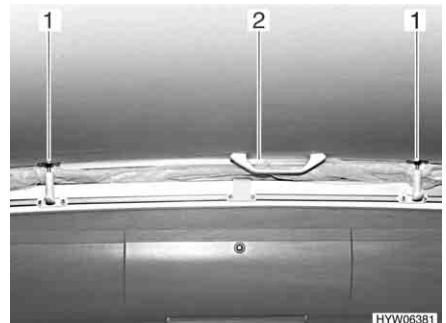

Fig. 34 Tetto sollevabile (chiuso)
- Estrarre tutti i tenditori (Fig. 34,1) dal supporto, tirandoli verso il basso.
- Tirare verso il basso il tetto sollevabile mediante le maniglie (Fig. 34,2).
- Tirare tutti i tenditori (Fig. 34,1) verso il basso e arrestarli.